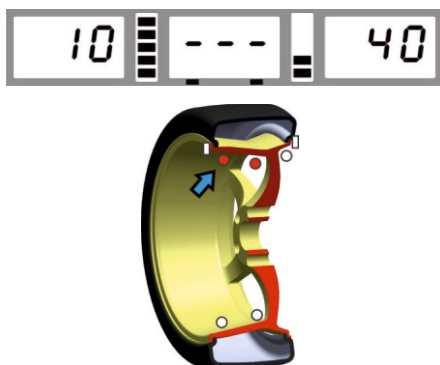

Рис. 34
- Медленно проверните колесо против часовой стрелки до тех пор, пока индикатор слева не загорится (рис.34).